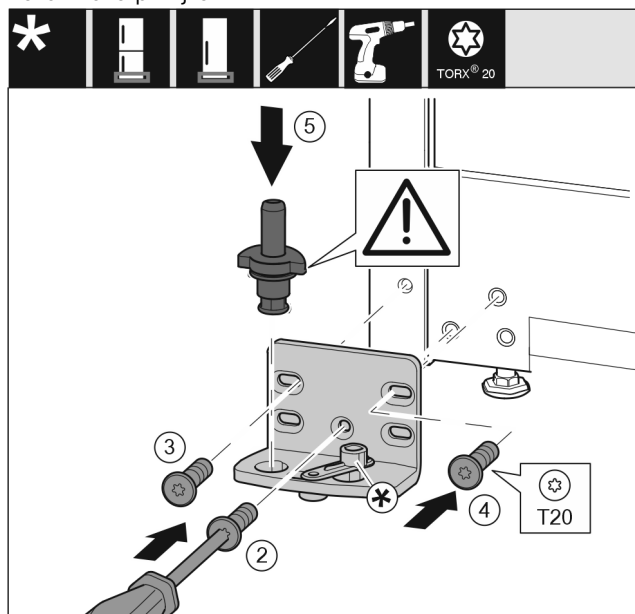

Fig. 17
- Ležajni podstavek namestite na drugo stran in ga po s pomočjo izvijača. Pričnite z vijakom Fig. 17 (2) spodaj na sredini.
- Privijte vijak Fig. 17 (3) in vijak Fig. 17 (4).
- Vstavite ležajni sornik Fig. 17 (5) do konca. Pri tem pazite na to, da je zaskočni zapah obrnjen nazaj.